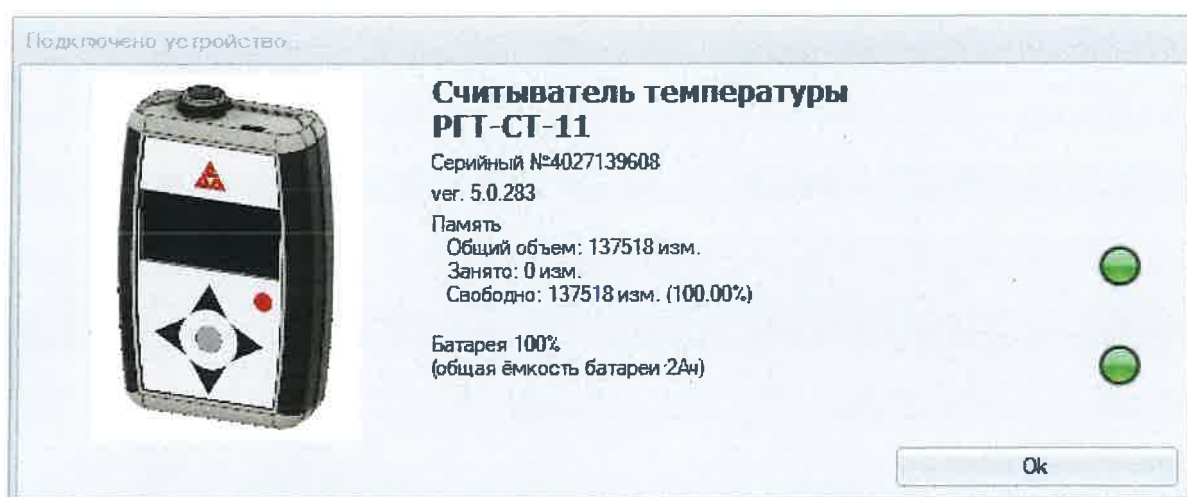
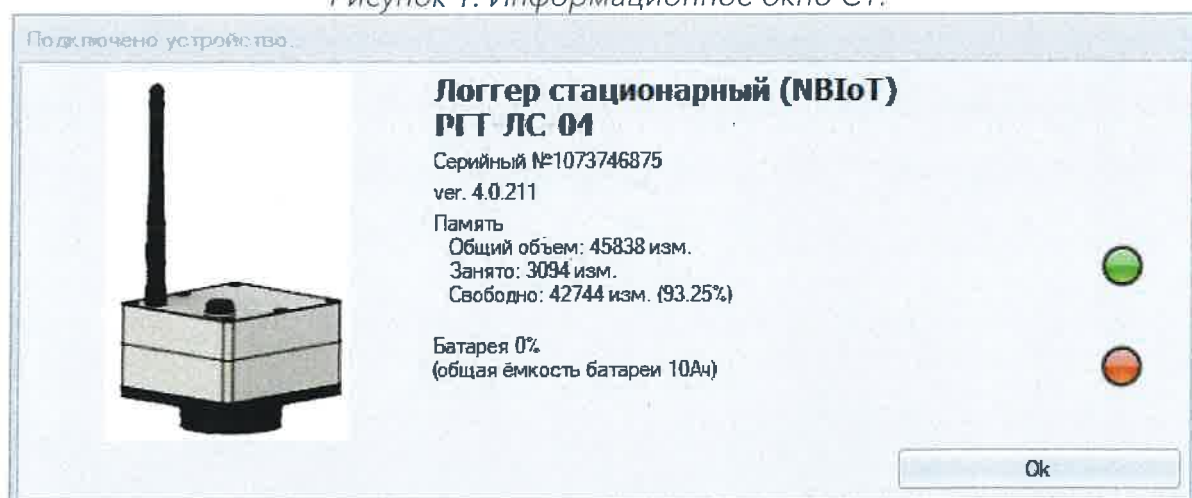

Рисунок 1. Информационное окно СТ.
Рисунок 2. Информационное окно ЛС.
4. подключении программа автоматически произведет распознавание устройства и выведет на экран полную информацию о нем (Рисунок 1, Рисунок 2). В процессе работы, это окно также можно вызвать самостоятельно: «Прибор» → «Информация о приборе».
«Информация о приборе» - выполнение команды «Информация о приборе» приводит к отображению окна с полной информацией о приборе (Рисунок 1, Рисунок 2).